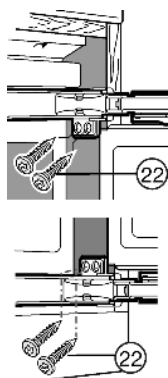

Fig. 18
- ▶ Draai lange spaanderplaatschroeven Fig. 18 (22) van boven en van onderen door de scharniers-trippen.